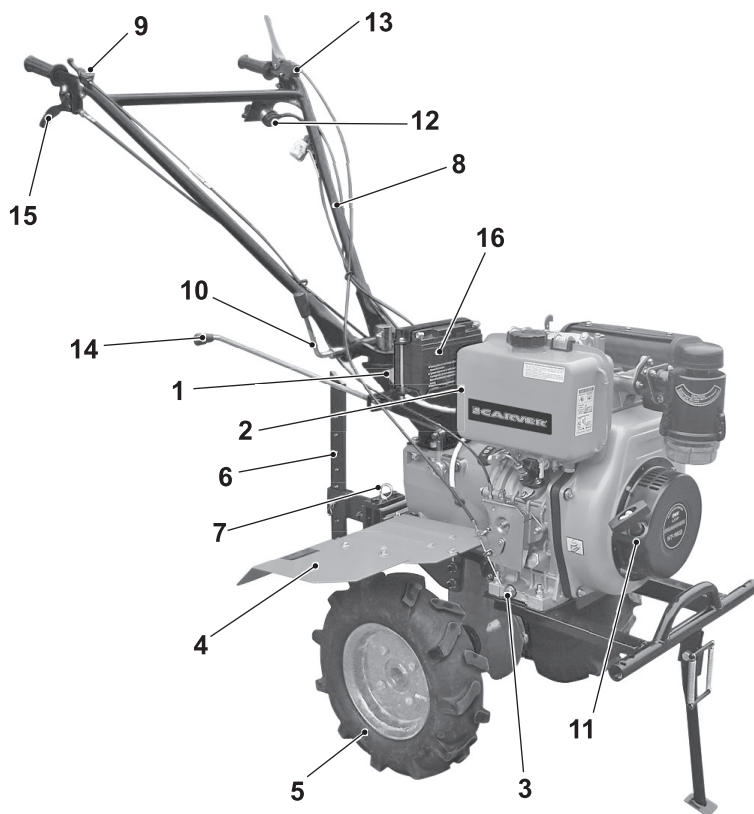

Рис. 2
5. ОСНОВНЫЕ ЧАСТИ И УЗЛЫ МОТОБЛОКА (рис. 2)
Ручка включения заднего хода расположена на правой рукоятке (рис. 2).